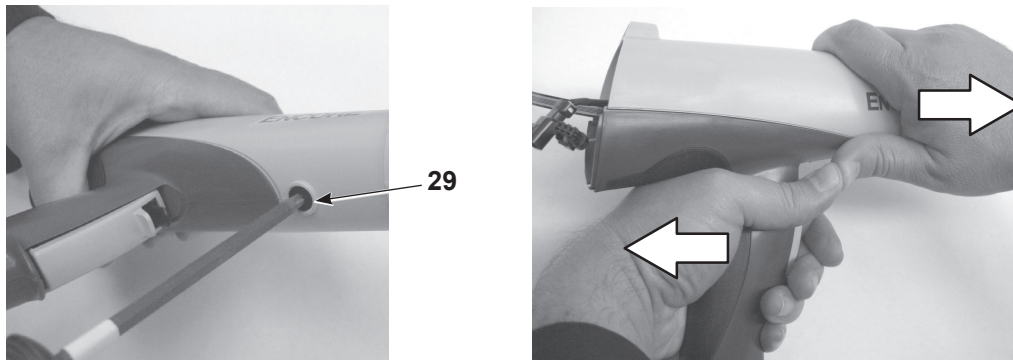

Рис. 12 Снятие корпуса распылителя с рукоятки
4. См. Рис. 12. Вывернуть черный нейлоновый винт (29) из корпуса распылителя.